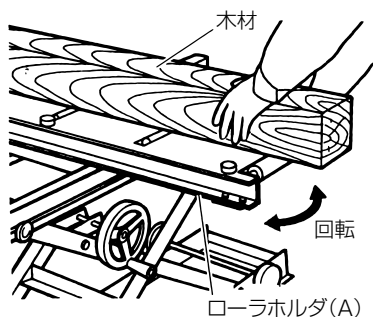

図 10
- (2) ストップシャフトを下に引いたまま、ローラホルダ (A) を少し回転させます。ストップシャフトを引くのをやめて、木材を押さえながら 180° 回転させてください。(図 10)
- (3) ローラホルダ (A) を 180° 回転しますとストップシャフトがばねで押し上げられプレート穴に入り、自動的にロックします。